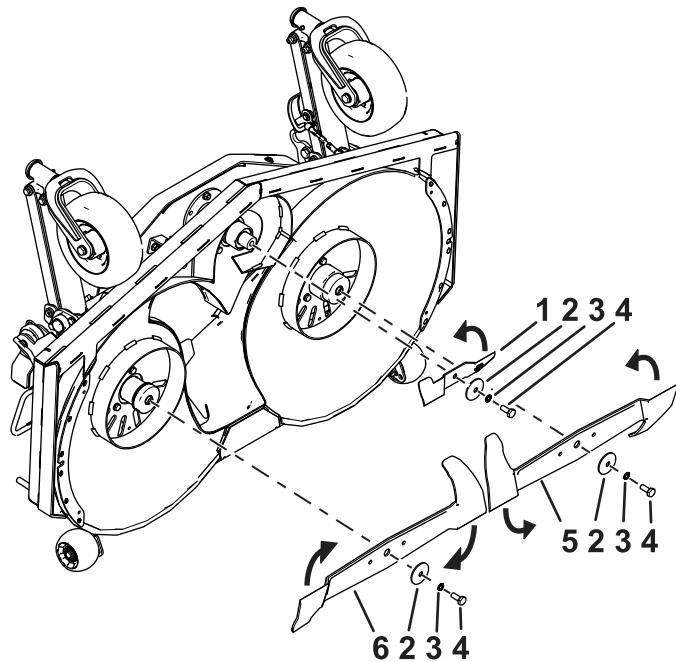
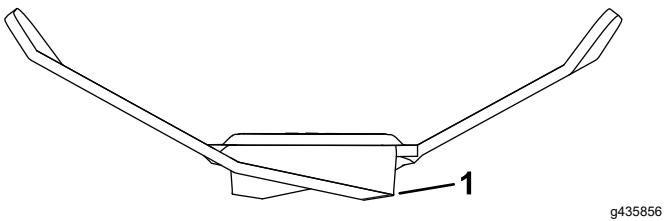

Figura 89
Figura 90
2. Inspeccione los bordes de corte (Figura 89 y Figura 90).
2. Retire del eje de la cuchilla el perno de la cuchilla, la arandela de freno del muelle, la arandela curvada y la cuchilla (Figura 89).
1. Utilice una lima u otra herramienta de afilado para afilar el filo de corte en ambos extremos de la cuchilla (Figura 90).
Nota: Consulte Figura 89 para conocer la rotación correcta de las cuchillas y su instalación.
2. Instale la cuchilla con el perno de cuchilla, la arandela de freno del muelle y la arandela curvada que retiró anteriormente (Figura 89).